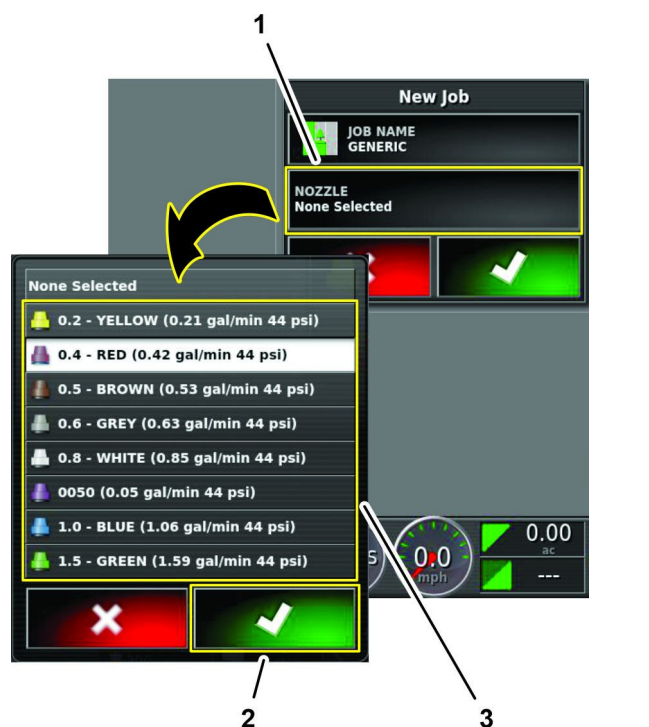

Рисунок 237
4. В списке выбора сопл нажмите любой значок сопла и значок подтверждения (Рисунок 237).